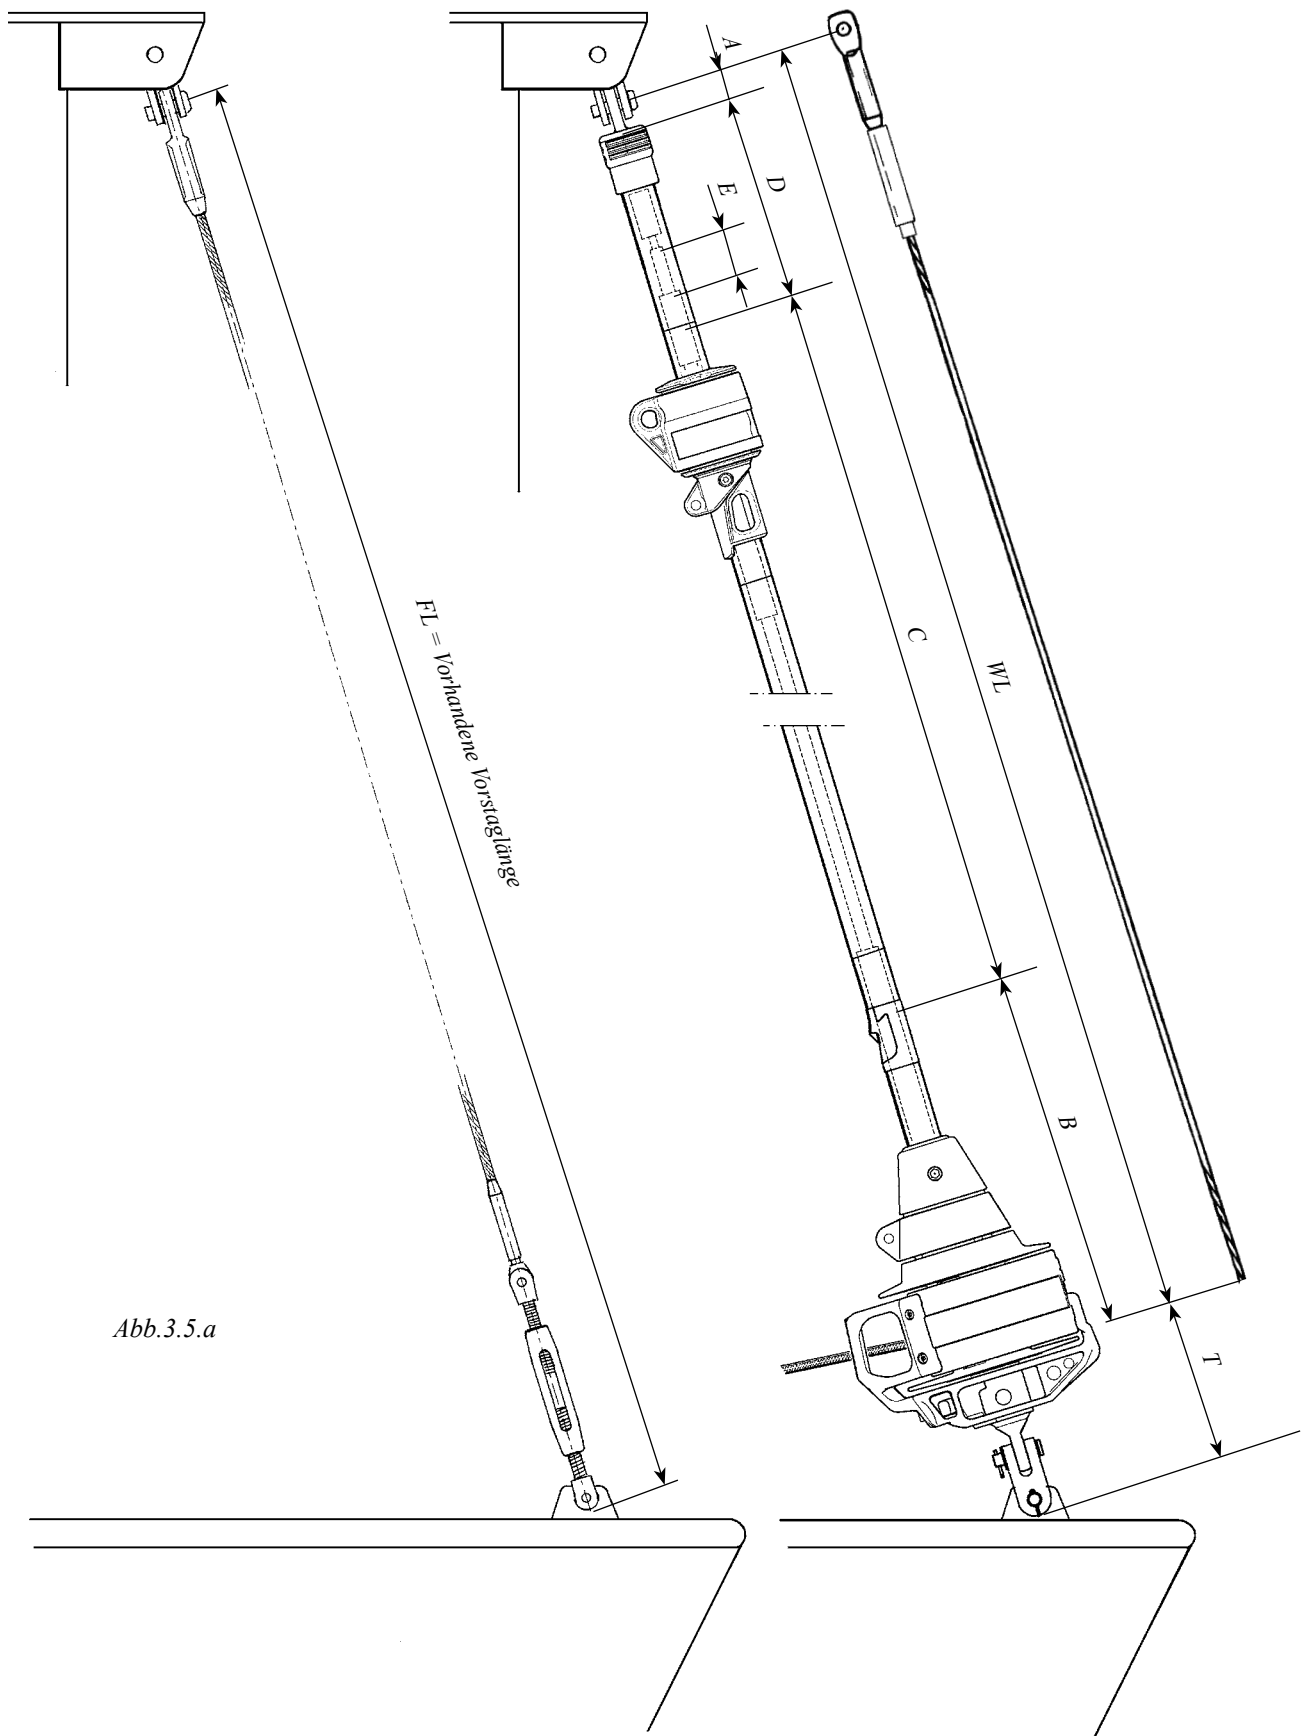

Abb.3.5.a
16. Kontrollieren Sie die Länge des Stags FL laut der "Berechnungstabelle 1" (3.5.1) & Abb. 3.5.a. Ist ein Furlex Spanner montiert, muß dieser 50% geöffnet sein. (Siehe Tabelle 14.1.1 Einstellen des Wantenspanners).